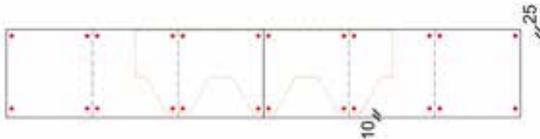

Рис. 12 Схема крепления коньково-карнизной черепицы Döcke PIE на карнизе.
8.2.12 Нижняя кромка гонтов первого ряда должна отступать на 10 мм от нижней кромки карнизной полосы (рис. 12). Гонты ламинированной черепицы Döcke PIE должны отступать на 10 мм от перегиба карнизной планки, т.к. не требуют применения карнизной черепицы.